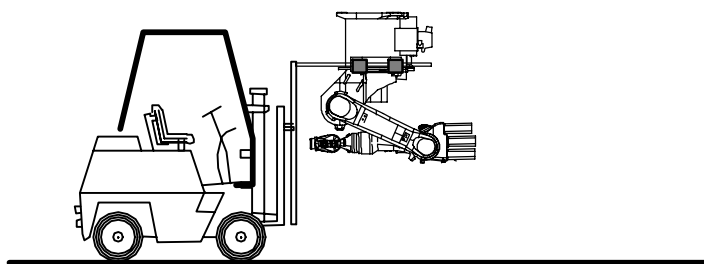

Fig. 43 Transport du robot monté au plafond
- Avec un chariot élévateur à fourches (Fig. 43)